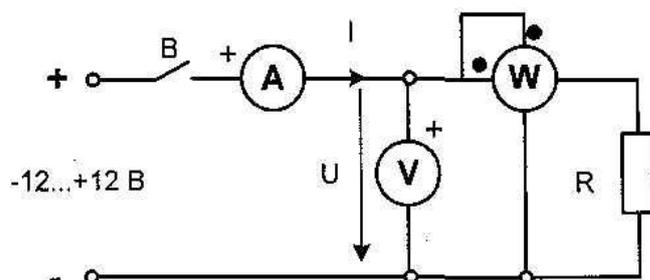
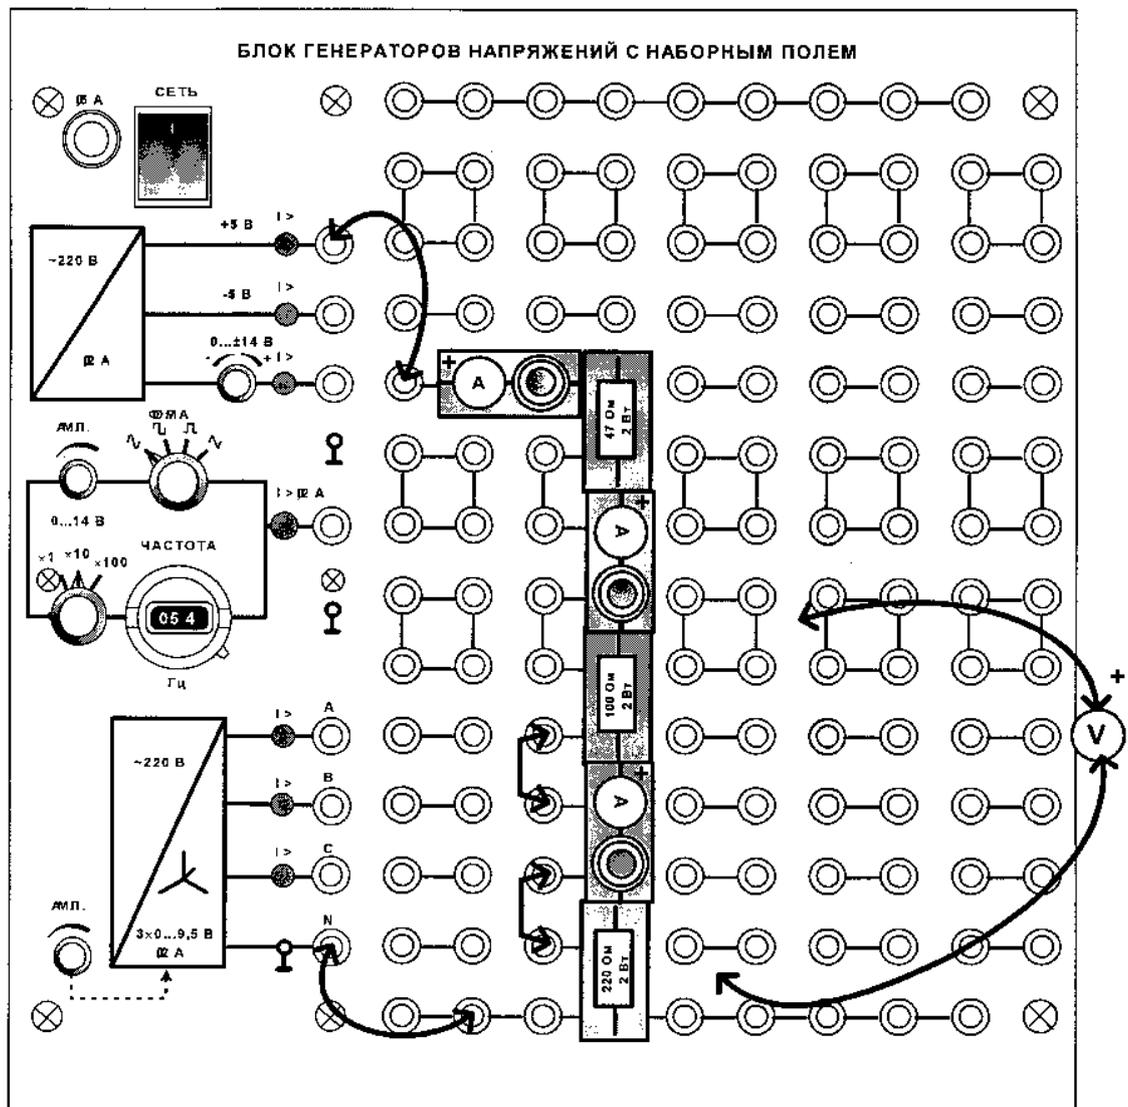

Рис.1.1 Принципиальная схема
Рис. 2 2 Монтажная схема
2. Соберите цепь в соответствии с принципиальной схемой (рис.1.1) и монтажной схемой (рис. 2), установив в наборную панель миниблок с заданным сопротивлением (табл.1.1). Запишите значение сопротивления в таблицу 1.2.